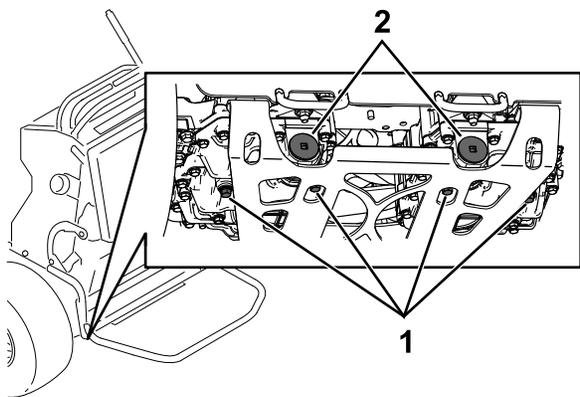

Рисунок 76
5. Найдите пробку сливного отверстия в нижней части каждой трансмиссии и установите сливную поддон под пробки (Рисунок 76).